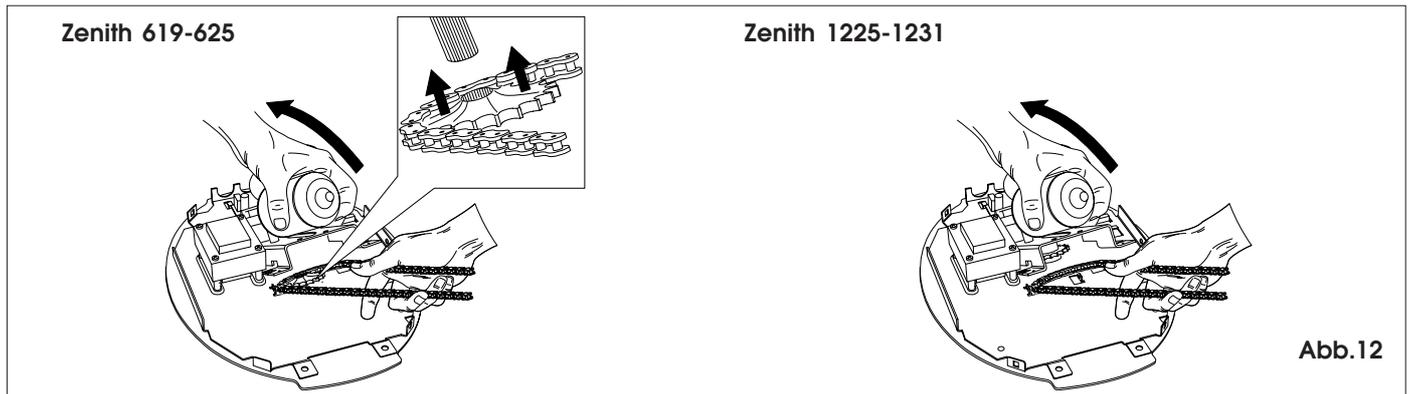

Abb.12
6.7 Ohne die elektronische Vorrichtung zu beschädigen, das Motoraggregat anheben; das Ritzel mit der Kette paaren und auf der Motorwelle (Abb.12) einfügen.